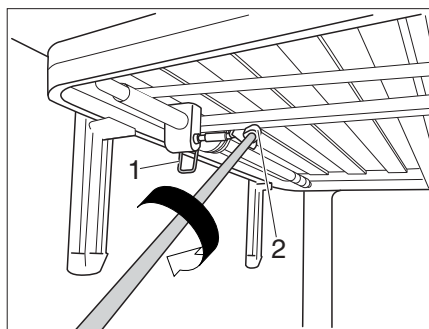

Fig. 136 Réglage en hauteur
- Libérer le levier de sécurité (Fig. 136,1). Le lit peut maintenant être réglé.
- Pousser la manivelle dans le logement carré magnétique (Fig. 136,2). La hauteur du lit peut maintenant être modifiée.
- Tirer la manivelle du logement carré (Fig. 136,2) et la conserver dans le support.